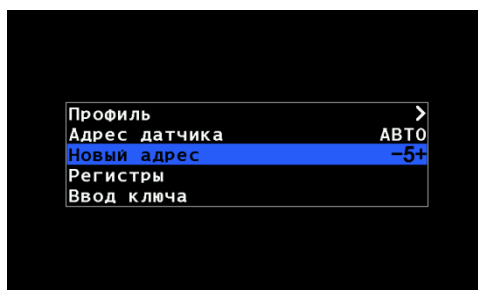

Рисунок 28
- Кнопками "**Вверх**" и "**Вниз**" выбрать пункт "**Адрес датчика**" и кнопками "**Плюс**" и "**Минус**" задать текущий программный адрес подключенного датчика (см. "Рисунок 28") или выбрать "**АВТО**", если адрес неизвестен.
11. Кнопками "Вверх" и "Вниз" выбрать пункт "Новый адрес" и кнопками "Плюс" и "Минус" задать **новый программный адрес** (см. "Рисунок 28"). После этого нажать кнопку "Меню". В результате удачного переименования на экран будет выведено сообщение – "Выполнено".